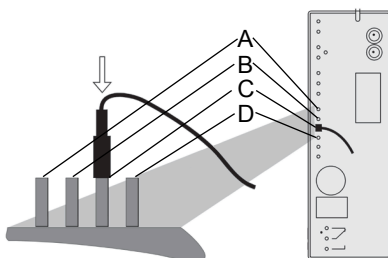

Abb. 8: Zeitsteuerung
3. Auf der Steuerelektronik der Automatik das gewünschte Zeitintervall für den zeitgesteuerten, automatischen Rückspülvorgang wählen. Dazu den Kabelschuh der kurzen Kabellitze auf den Stift mit der Beschriftung aufstecken, die dem gewünschten Zeitintervall entspricht (siehe Abbildung 8).